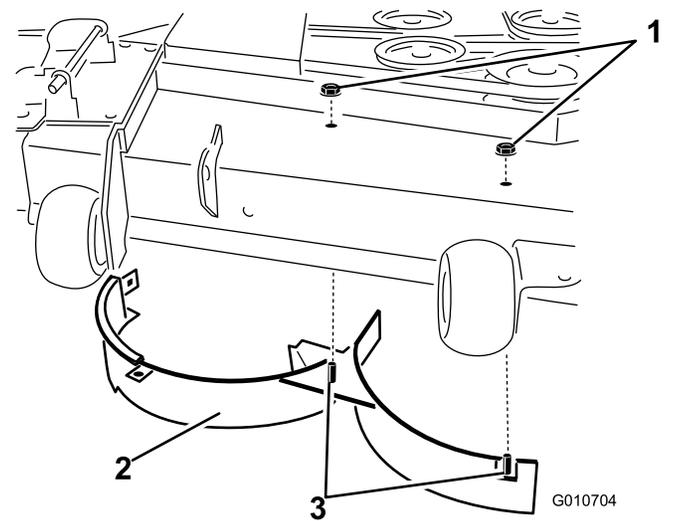

Figure 30
8. Retirez les 2 contre-écrous (5/16 po) qui fixent les montants soudés du déflecteur droit au sommet du plateau de coupe, au centre et à droite du centre (Figure 30).